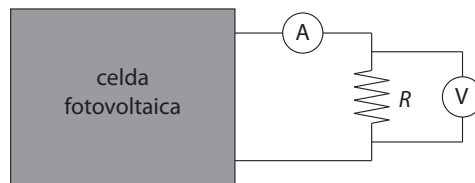

Figura 6.1: Esquema de conexión para la celda solar con carga. Los círculos representan los multímetros en modo amperímetro y voltímetro.
- g) Conecte la ampolleta a la fuente de poder mediante los cables banana del montaje de la celda solar y fije el voltaje en 10 V. Realice el montaje de la figura 6.1 para medir la corriente y el voltaje en la resistencia de forma simultánea. Use distintas combinaciones de las resistencias del tablero para generar los siguientes valores (nominales) de R :